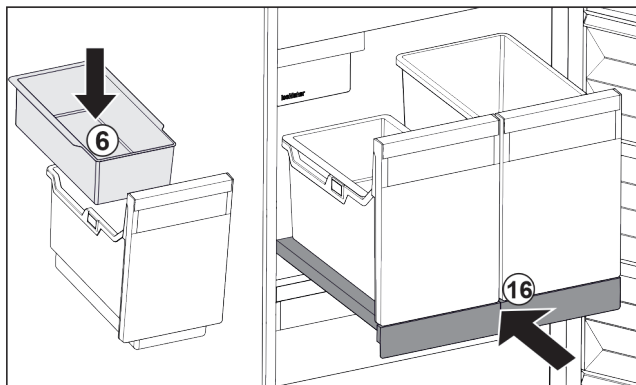

Fig. 108
- Vsaďte závěsnou misku Fig. 108 (6) pro kostky ledu.
- Zasuňte vysouvací přihrádku s nádobou (IceTower). Fig. 108 (16)